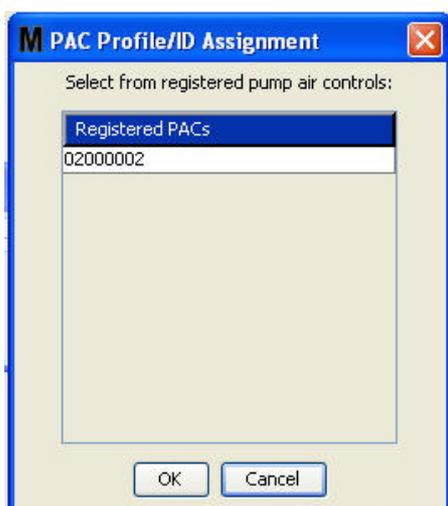

Рис. 114
4. После присвоения имени регулятору пневматического насоса нажмите кнопку «Link» [Связать]. Появится окно «Profile/ID Assignment» [Назначение идентификатора профилю] (Рис. 114). Из списка зарегистрированных регуляторов пневматических насосов выберите требуемый регулятор. Нажмите кнопку «OK» [OK], чтобы закрыть окно и сохранить изменения. Дополнительные сведения о регистрации см. в руководстве пользователя регулятора пневматического насоса. Также предоставлены инструкции в «Приложении А» данного руководства, раздел «Регистрация регулятора пневматического насоса» на стр. 161.